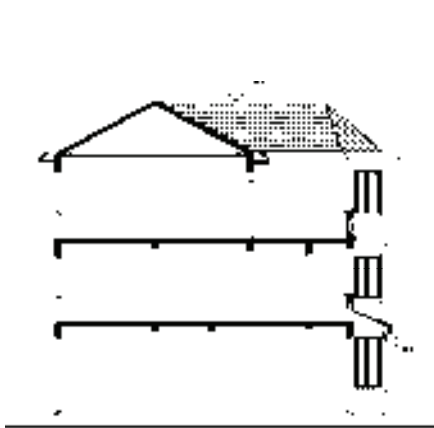

图 13-240 标高标注
1) 添加标高标注。调用“标高标注”命令，在弹出的“标高标注”对话框中设置参数；分别指定标高点 and 标高方向，添加标高标注，结果如图 13-240 所示。